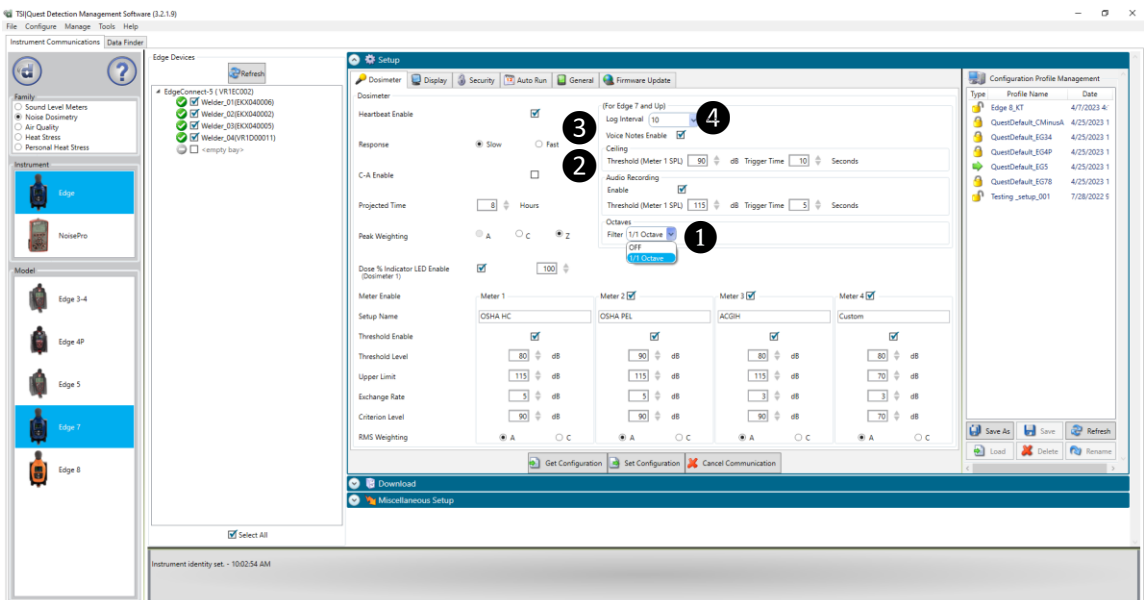
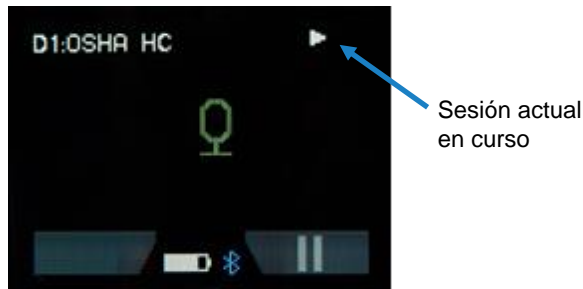

Figura 3-7: Pantalla de ajuste de parámetros del dosímetro DMS Edge
Figura 3-9: Pantalla de grabación de audio automática
| Habilitar notas de voz | <p>Cuando está activado (activado) en DMS, el usuario puede, pulsando un botón en el Edge, realizar notas verbales de 14 segundos sobre, por ejemplo, la ubicación, la descripción o los eventos de ruido. Estos eventos de audio grabados se pueden ver y reproducir en el panel Gráfico de datos registrados (consulte ❹ Figura 3-7).</p> |
| Techo | <p>La función de techo, que siempre está habilitada en el Edge, incrementará un contador siempre que el nivel de sonido medido por el medidor 1 haya superado el nivel de umbral especificado para el tiempo de activación especificado. Este valor de contador grabado se puede mostrar en el panel Datos de resumen habilitando la medición Recuento máximo superado (consulte ❸ Figura 3-7).</p> |
| Grabación de audio | Cuando se activa (se activa) en DMS, esta función graba automáticamente 14 segundos de un evento de ruido de audio siempre que el nivel de sonido medido por el medidor 1 exceda el nivel umbral introducido para el tiempo de activación introducido. Los eventos de audio resultantes se pueden ver y reproducir en el panel Gráfico de datos registrados (consulte ❷ Figura 3-7). |
| Filtrado de octavas | El filtrado de octavas sólo se aplica al medidor 1. Los datos resultantes se pueden ver en los paneles Datos de resumen y Gráfico de resumen de filtro/Tabla. Muestra los valores/gráficos SPL (Sound Pressure Level), Lavg y Lmax, entre otros, para cada banda de frecuencia en un espectro de audio dado. Existen dos opciones de filtro de octavas Edge: <ul style="list-style-type: none"> ▪ OFF - Sin filtrado (sólo para mediciones de banda ancha) ▪ 1/1 octava: análisis de banda de octava completa (31,5 Hz a 8 kHz) (véase ❶ Figura 3-7). |
El modelo EG7 viene equipado con un filtro de banda de octava que se puede activar a través de DMS. La función Banda de octava sólo está disponible para el Medidor 1 (véase Figura 3-7).
El EG7 está equipado con capacidad para notas de voz (véase Figura 3-7). Para iniciar una grabación, presione una vez el botón lateral del EG7. Aparecerá una pantalla de grabación con la cuenta atrás de 15 segundos (consulte Figura 3-8). Después de la cuenta atrás, la pantalla vuelve a su pantalla original. Esta acción se puede repetir cuando sea necesario. La grabación se guarda automáticamente en el instrumento, pero solo se puede escuchar o visualizar en DMS (el estudio debe descargarse para leer el archivo de audio), con las marcas de tiempo adecuadas. El número máximo de notas de voz es 10. Si se alcanza este número, aparecerá el símbolo de memoria llena o de notas de voz completas . La sesión actual permanece ininterrumpida mientras la grabación está en curso.
El EG7 puede grabar automáticamente audio de eventos de ruido por encima de un nivel de dB predefinido. El audio grabado se guarda en el instrumento y solo se puede escuchar o visualizar a través de DMS (el estudio debe descargarse para leer el archivo de audio). La sesión actual permanece ininterrumpida mientras la grabación está en curso (consulte Figura 3-9). Se puede configurar un tiempo de activación personalizado para permitir la grabación sólo cuando dicho nivel de ruido se prolongue durante un período de tiempo determinado (consulte Figura 3-7). Esta función es especialmente útil para diagnósticos rápidos y permite ahorrar tiempo en el análisis de datos de ruido. Cada grabación dura 15 segundos y el número máximo de grabaciones de audio es 10. Si se alcanza este número, aparecerá el  símbolo memoria llena o grabación de audio llena.